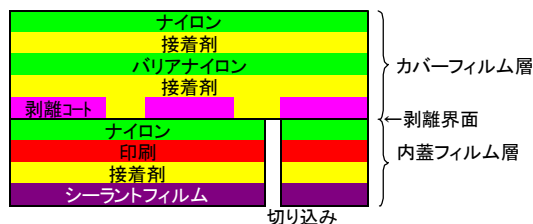

図1：P.O.TOPの構造例
P. O. TOP®は Partial Open (部分的な開封) Top (蓋) の意味である。カバーフィルムと内蓋フィルムの2層構成となっており、カバーフィルムを剥がすことで内蓋フィルム層が部分的に開封される機能を有している。(図1および写真1参照)